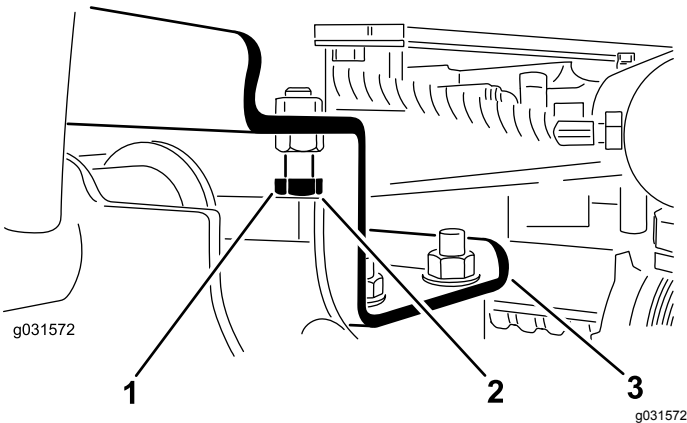

图 12
- A. 拧松止动螺栓图 12。
2. 确保各个提升臂与止动螺栓之间的间隙介于 0.131.02mm 之间如图 12 所示。